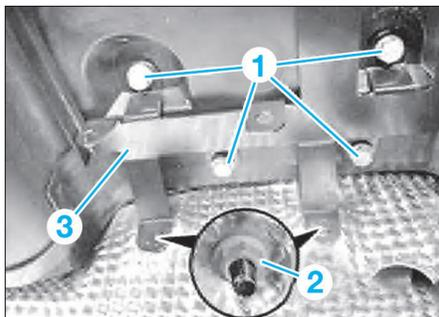
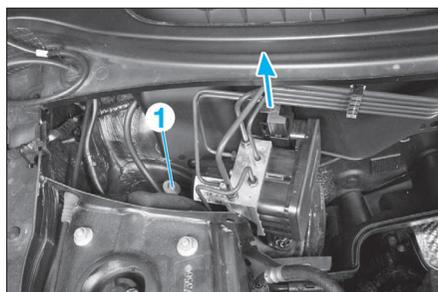

FIG. 23
FIG. 30
- l'écrou de fixation (2) du vase d'expansion de circuit de refroidissement.
- les vis de fixation (1) (Fig.23) du support de vase d'expansion.
- les écrous (2).
- le support (3).
- Déverrouiller le connecteur du calculateur (flèche) (Fig.30) puis le déconnecter.
- Déposer la vis de fixation (1) du groupe puis celui-ci.